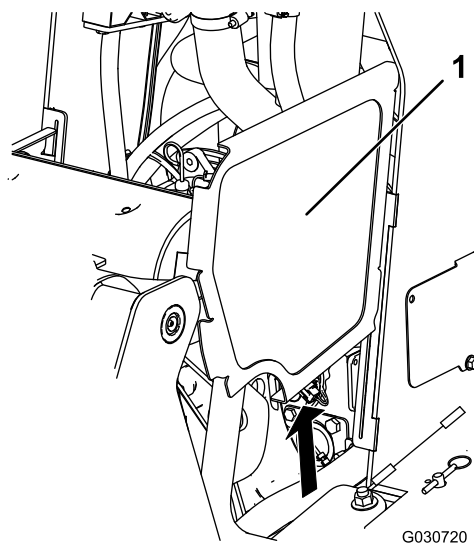

Figure 35
2. Faites coulisser les panneaux latéraux (Figure 35) vers le haut pour les sortir des fentes du panneau avant et du cadre.